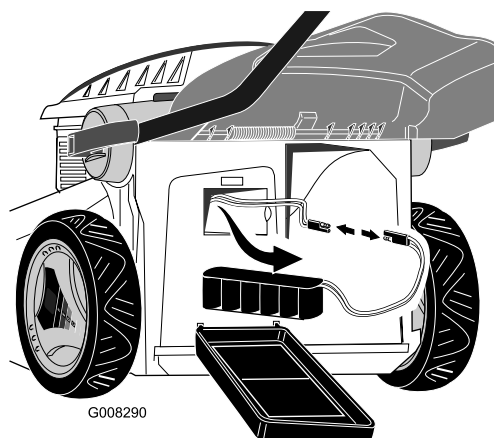

Figura 24
2. Rimuovete la batteria dal relativo vano e scollegate il cavo della batteria dal cavo del tosaerba (Figura 24).